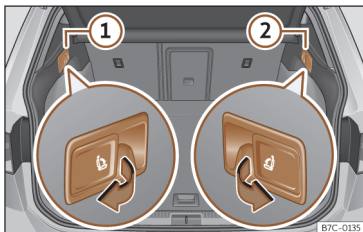

Fig. 77 En el maletero: palancas para desbloqueo del respaldo trasero.
- Tire de la palanca de desbloqueo a distancia de la parte izquierda >>> fig. 77 ① o derecha ② del respaldo en el sentido de la flecha. La parte desbloqueada del respaldo trasero se abate automáticamente hacia delante.